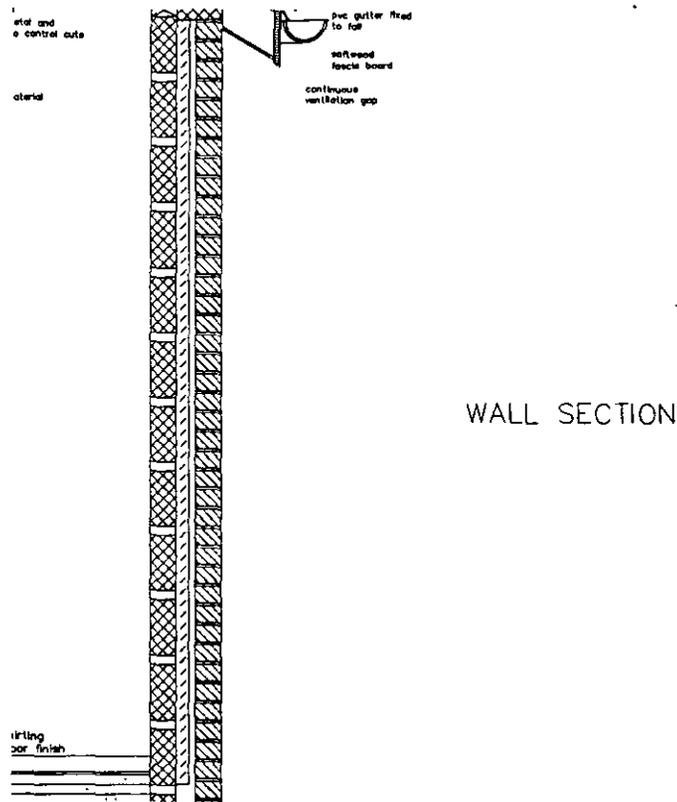

Figura 3-19. Finalización del sombreado del área Cavity
5. Si el patrón de sombreado es igual al de la Figura 3-19, elija Apply. De no ser así, edite los valores.
El dibujo con todos los patrones de sombreado debe ser como el de la Figura 3-19.